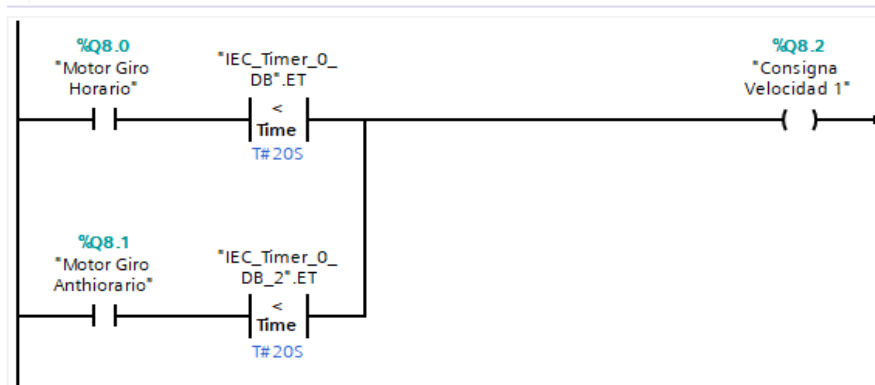

Figura 20: Configuración para habilitar la consigna de velocidad 1.
- En la parte superior del segundo módulo de comparación ingresar ““IEC_Timer_0_DB_2”.ET” y en la parte inferior ingresamos “20S” (ver Figura 20)